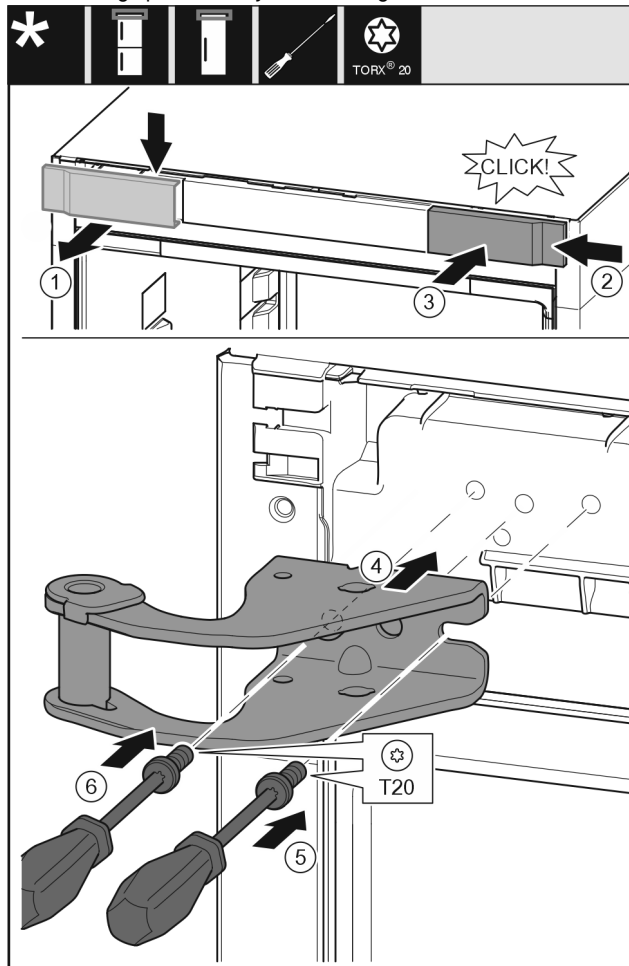

Fig. 9
- ▶ Võtke kate ülaltpoolt ettepoole ära. Fig. 9 (1)
- ▶ Haakige kate 180° pööratult teisel küljel paremalt külge. Fig. 9 (2)
- ▶ Fikseerige kate. Fig. 9 (3)
- ▶ Pange ülemine laagripukk kohale. Fig. 9 (4)
- ▶ Pange kruvi kruvikeerajaga T20 kohale ja keerake kinni. Fig. 9 (5)
- ▶ Pange kruvi kruvikeerajaga T20 sisse ja keerake kinni. Fig. 9 (6)